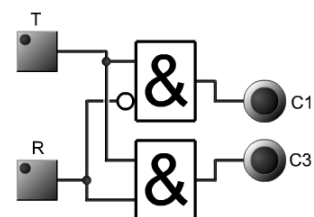

Abbildung 4: Teilschaltung 2
- c) Geben Sie die durch die in Abbildung 4 gegebene Teilschaltung realisierten Schaltfunktionen für  $C1$  und  $C3$  an.